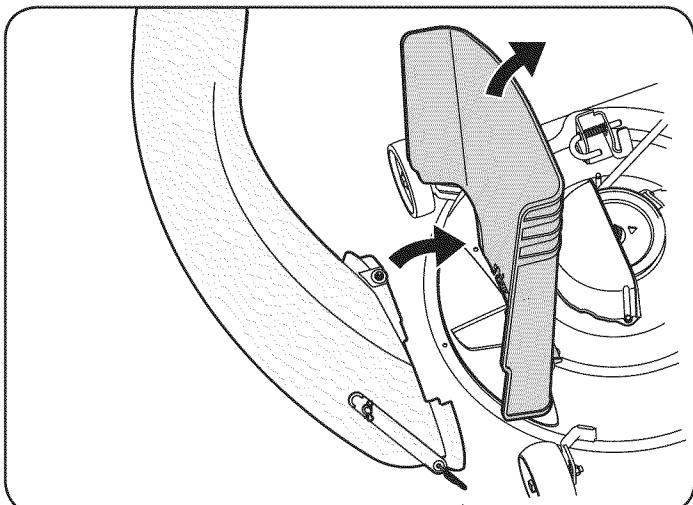
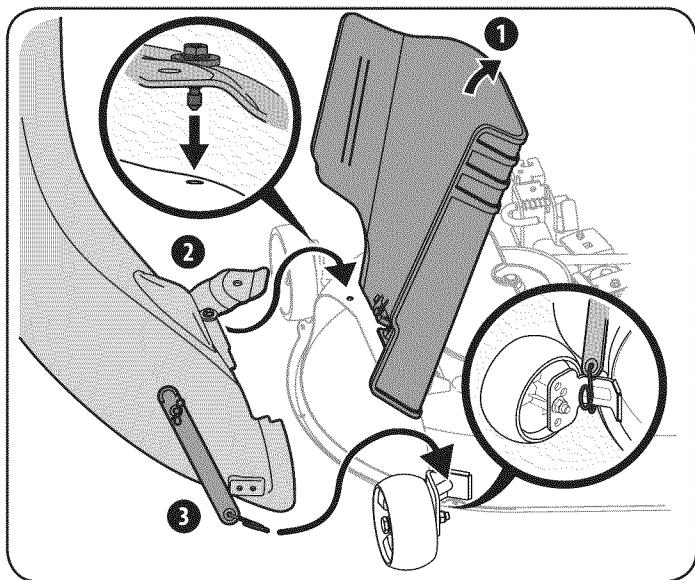

Figure 19
Figure 20
- Con la descarga del tractor conducto levantado y abierta, instale el codo de conducto sobre el conducto de apertura mediante la colocación de la cubierta de montaje perno en el orificio correspondiente, como se ve en la Figure 19, entonces seguro enganche el codo a la cubierta, enganchando el resorte de torsión de la correa de sujeción sobre el soporte de montaje de la rueda de cubierta un visto en Figure 20.